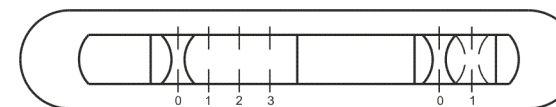

рис. 8
7.2.1 Ползунковый переключатель (рис.8):